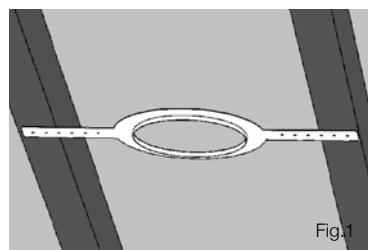

Fig.1
1. Clouez ou vissez l'anneau de plâtre sur les solives (Fig.1).